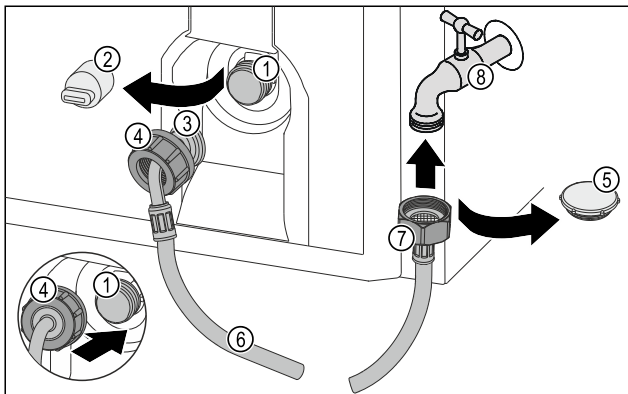

Fig. 74
- ▶ Verschlusskappe Fig. 74 (5) entfernen.
- ▶ Gerades Schlauchende Fig. 74 (7) am Wasserhahn Fig. 74 (8) ansetzen.
- ▶ Mutter am geraden Schlauchende Fig. 74 (7) im Uhrzeigersinn festziehen.